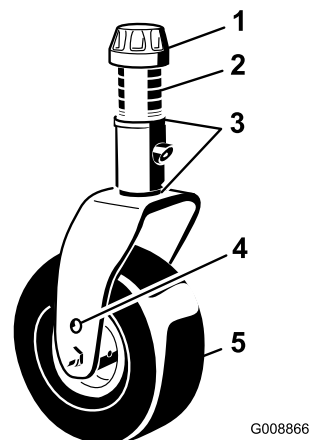

Figure 105
- Enlevez le chapeau de tension de l'axe de pivot et sortez l'axe du bras pivotant (Figure 105). Repositionnez les cales pour élever ou abaisser la roue pivotante, selon les besoins, et obtenir la bonne inclinaison.